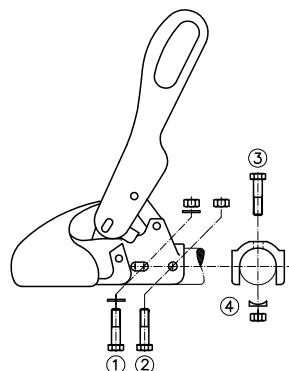

Bild 3 : Anslutning
Kulkopplingarna WS 3000-H/L/LB är specialutföranden för påskjutsbromsar och monteras med korsförsprutning (1)+(3) och ett hålavstånd på 40 mm (bild 3). Monteringsmaterialet ingår inte i leveransen.
2.2 Om kulkopplingen WS 3000/3500 monteras som ersättning för en annan kopplingstyp, är det för påskjutsbromsens funktion viktigt, att stötdämparen åter byggs in enligt gällande föreskrifter och att eventuella distansrör i dragröret monteras på rätt sätt. Vid WS 3000-D använd de medlevererade bultarna med Ø 12x34 mm eller Ø 12x49 mm som hjälpmittel, beroende på dragstängens diameter. Vid WS 3500-D Ø 14x63 mm. Använd de medlevererade bultarna Ø 2x34 mm eller Ø 12x49 mm som hjälpmittel, beroende på dragstängens diameter. Använd bultarna som drivare för monteringskruven (2) eller (3) (bild 3) beroende på hur stötdämparen är monterad och låt dem sitta kvar i tryckstängen medan kulkopplingen demonteras/monteras för centrerung av stötdämparen i dragröret. Avlägsna bultarna igen när den nya monteringskruven förs igenom.